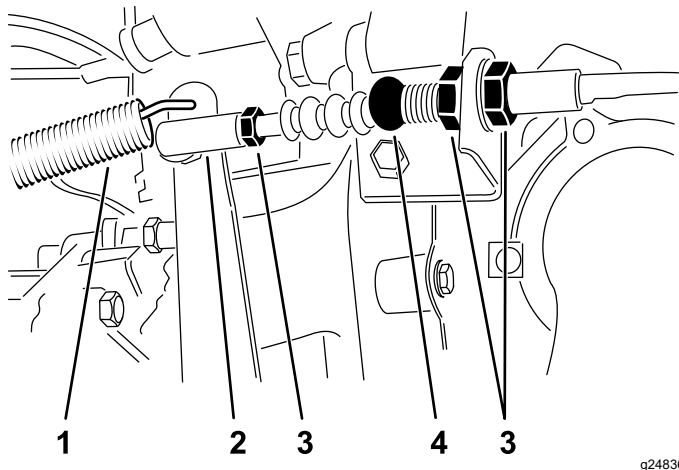

Figure 57
1. Desserrez les écrous de blocage qui fixent le câble d'embrayage au support sur le carter d'embrayage (Figure 57).